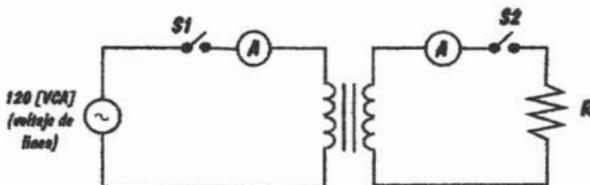

Figura 2.31
- f) Arme el circuito de la figura 2.31, empleando las bobinas (600 espiras)